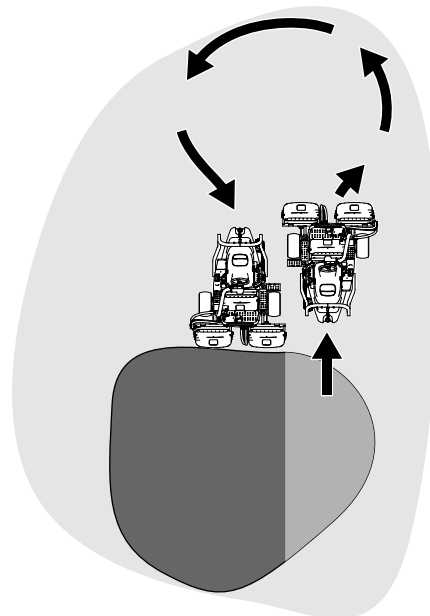

Figura 28
6. Para ganar tiempo y facilitar la alineación correcta para la pasada siguiente, gire la máquina momentáneamente en la dirección opuesta, y luego gire hacia la parte que todavía no está cortada. Este movimiento es un giro en forma de lágrima (Figura 28), que permite alinear la máquina rápidamente para la pasada siguiente.